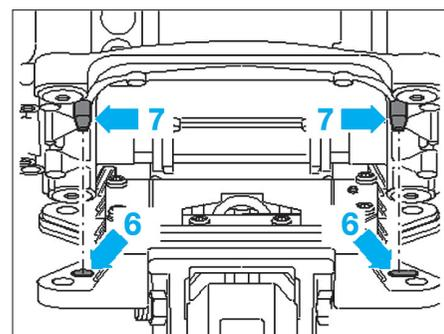

Fig. 7
- Ajuster la colonne de direction par rapport au palier de fixation et la mettre en place. Lors de cette opération, les alésages (6) et les tétons (7) doivent être alignés (Fig.7).